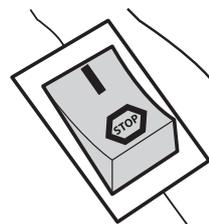

Fig. 13b
- Positionner l'interrupteur marche/arrêt (A19) sur « I ». (voir Fig. 13b).